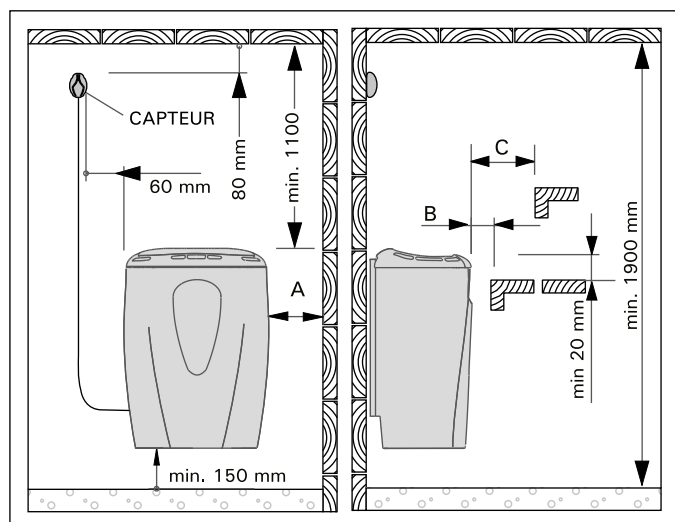
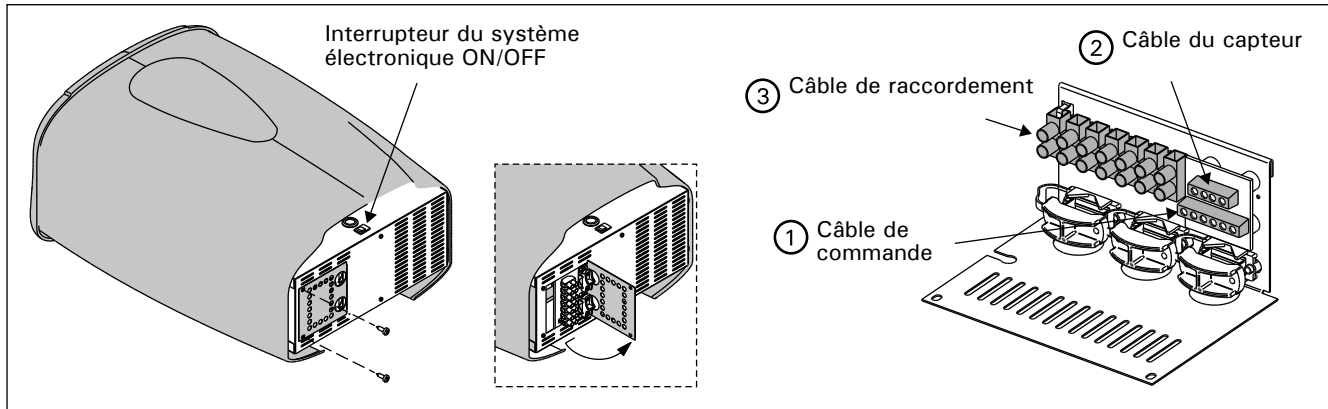
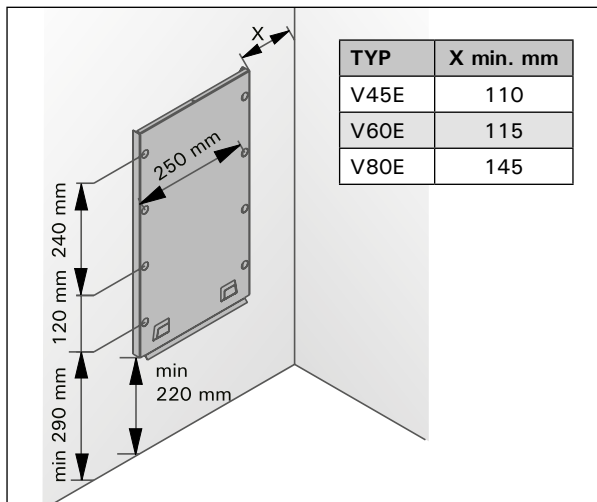

Figure 5. Distances de sécurité du poêle capteur
Figure 7. Connexion du câble de raccordement au poêle
Figure 8. Emplacement du socle de montage
Eteindre le poêle par l'intermédiaire du commutateur (voir figure 7). Maintenir le bouton MENU enfoncé, puis allumer le poêle par l'intermédiaire du commutateur.
- L'emplacement du poêle satisfait-il aux exigences de distances de sécurité minimales figurant dans la figure 5 et le tableau 2 ?
La connexion du câble de raccordement du poêle s'effectue facilement avant la fixation de ce dernier. Voir figure 7. Les fils du câble du panneau de commande doivent être fixés au connecteur (1) correspondant en fonction de leur couleur.
respectant les distances minimales de sécurité données dans le tableau 2 et la figure 5. Les dimensions pour l'installation de la console sont présentées dans la figure 8.
Si une barre de sécurité est installée autour du poêle, respecter les consignes de distance de sécurité données dans la figure 5 et le table au 2.
Fixer le capteur de température du poêle comme indiqué en figure 5 et 6. Raccorder ensuite le câble du capteur aux bornes du poêle (figure 7) tout en respectant le code couleur.
4. Raccorder l'extrémité libre du câble de données au connecteur correspondant (figure 7: 1). **Il est important de raccorder les fils codés en couleur du câble comme décrit au point 3.1.1.**